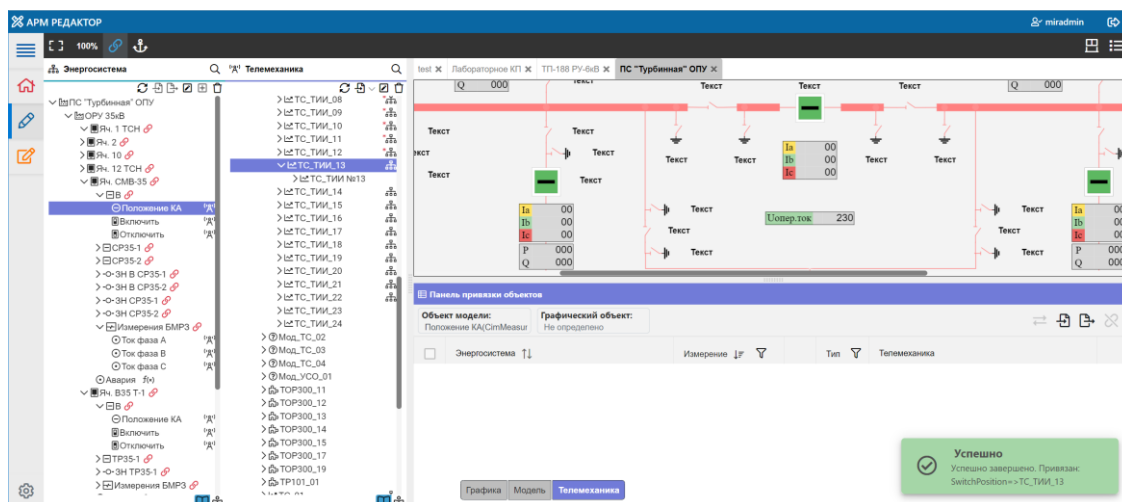

Рисунок 75
- найти в дереве энергосистемы (рисунок 75) необходимое измерение или команду объекта модели;